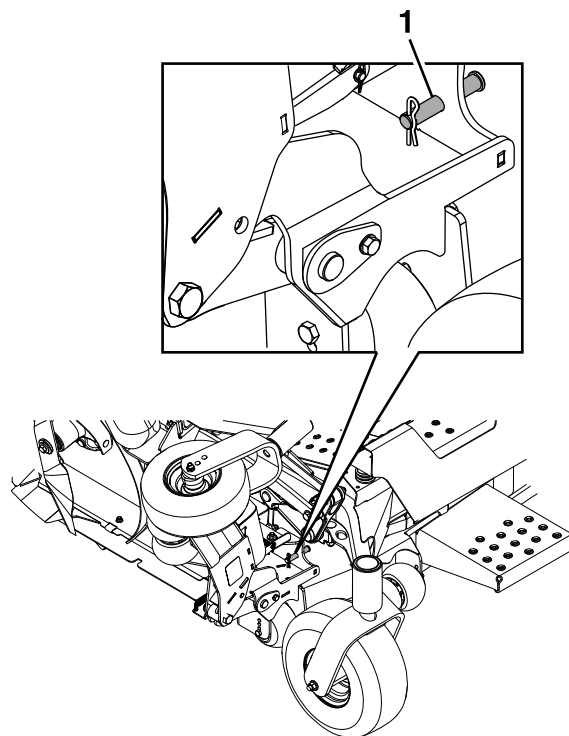

Figure 17
1. Retirez l'axe de chape et la goupille fendue qui bloquent chaque tablier latéral en position levée, et placez-les dans leur emplacement de rangement (Figure 17).